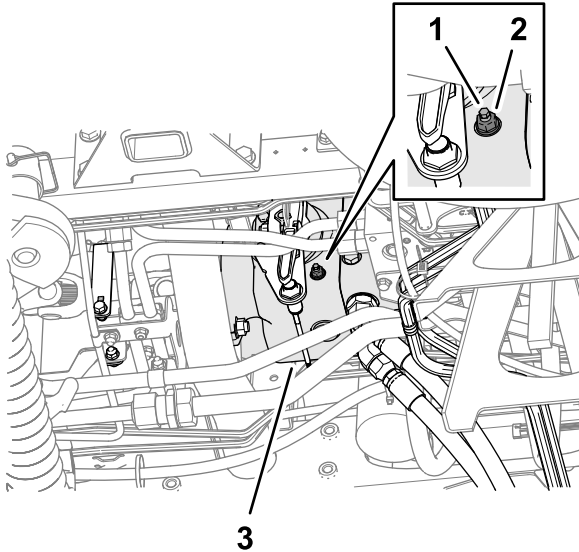

Figura 136
- Din partea inferioară a mainii i din partea dreaptă a pompei de traciune, slăbii contrapiulița care fixează urubul de reglare pentru revenirea în poziia neutră (Figura 136).